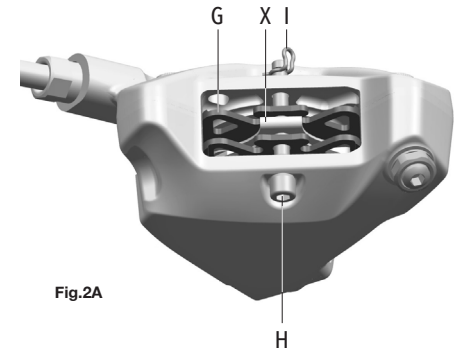

Fig.2A
- pastilla (G - Fig.2A)
- Muelle (X - Fig.2A)
- tornillo de bloqueo de las pastillas (H - Fig.2A)
- pin de seguridad de bloqueo de las pastillas (I - Fig.2A)